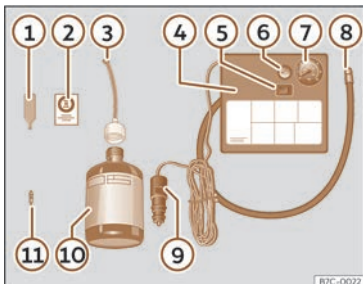

Fig. 237 Representación estándar: contido do kit antipicadas.
O kit antipicadas atópase no compartimento do maleteiro, baixo o revestimento do chan. Inclúe os seguintes compoñentes >>> fig. 237:
- Desaparafusa a carapucha e o obús da válvula do pneumático. Use o dispositivo >>> fig. 237 ① para extraer o obús. Póñao sobre unha superficie limpa.
- Sacuda con forza a botella de illante de pneumáticos >>> fig. 237 ⑩.
- Enrosque o tubo de inflamento >>> fig. 237 ③ na botella de illante. O precinto da botella romperá automaticamente.
- Retire o tapón do tubo de carga >>> fig. 237 ③ e enrosque o extremo aberto do tubo na válvula do pneumático.
- Volva colocar o obús co dispositivo >>> fig. 237 ① na válvula do pneumático.
- Enrosque o tubo de inflamento do pneumático do compresor >>> fig. 237 ⑧ na válvula do pneumático.
- Asegúrese de que o parafuso de evacuación de aire estea pechado >>> fig. 237 ⑥.
- Acople o conector >>> fig. 237 ⑨ á toma de corrente de 12 voltios do vehículo >>> páx. 243.
- Conecte o compresor de aire con conmutador ON/OFF >>> fig. 237 ⑤.
- Pegue o adhesivo >>> **fig. 237 ②** no cadro de instrumentos, dentro do campo visual do condutor.
Enrosque de novo o tubo de inflamento >>> **fig. 237 ⑧** e comprobe a presión no manómetro **⑦**.